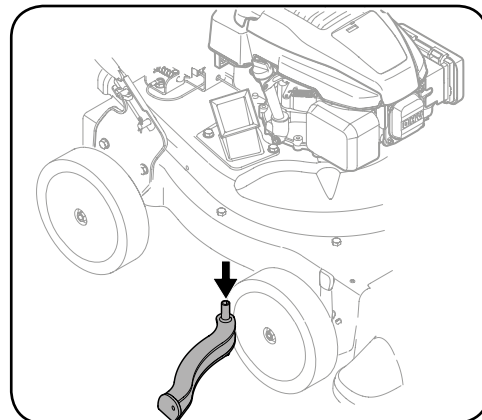

Рисунок 7-4
7. Извлеките и очистите экран путем соскабливания или промывания водой. См. рисунок 7-4.